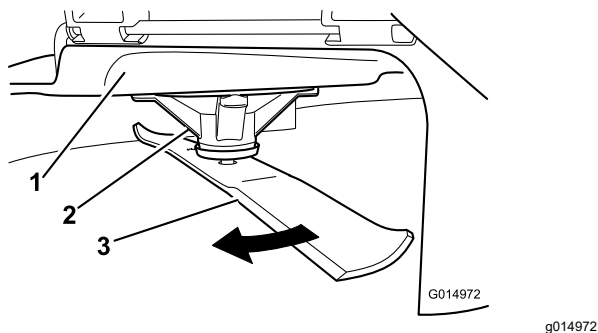

Figura 107
2. Llevando guantes fuertemente acolchados u otro tipo de protección apropiada para las manos, gire la cuchilla lentamente hasta una posición que permita medir la distancia entre el filo de corte y la superficie nivelada en la que descansa la máquina (Figura 107).